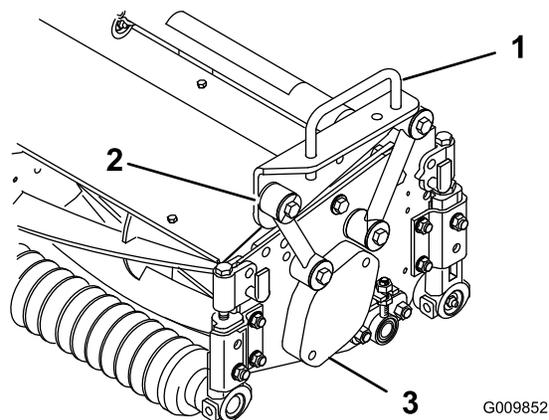
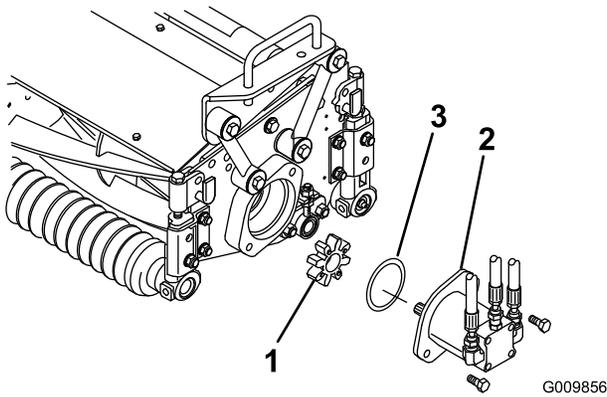

Figura 4
Figura 8
3. Fije cada acoplamiento de montaje al bastidor con un perno (3/8 x 2-1/4 pulgadas), 2 arandelas, y una contratuerca, según se muestra en Figura 4. Coloque una arandela en cada lado del acoplamiento al montarlo. Apriete a 42 Nm.
2. Coloque un bastidor en cada unidad de corte, alineando los taladros de montaje con los acoplamientos de montaje (Figura 4).
2. Retire la tapa del alojamiento del cojinete (Figura 4) del extremo interior de la unidad de corte derecha. Instale la tapa y la junta (suministradas con la unidad de corte) en el extremo exterior. Localice la corona de enganche (Figura 8) que se suministra dentro del alojamiento del cojinete.
3. Inserte la junta tórica (suministrada con la unidad de corte) sobre la brida del motor de transmisión (Figura 8).
4. Monte el motor y la corona de enganche en el extremo de la transmisión de la unidad de corte y fíjelos con los 2 pernos suministrados con la unidad de corte (Figura 8).